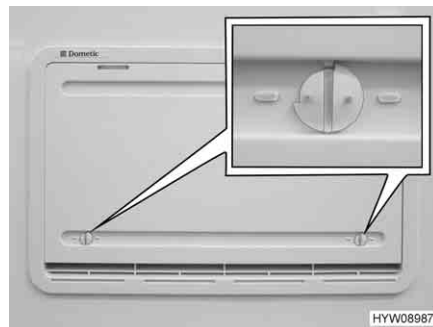

Fig. 208 Cubierta de invierno
Si el frigorífico ha de funcionar a temperaturas exteriores bajas, el fabricante recomienda la utilización de una cubierta de invierno (Fig. 208) para las rejillas de ventilación del frigorífico.
- Abrir ambos bloqueos (Fig. 208) (la ranura está en posición horizontal).